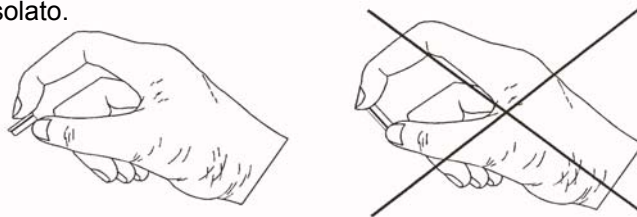

Fig. 5.5.5.B Manovra con batteria 507 320
2. Con cautela aprire il coperchio fig. 5.5.5.A, pos. 4 del vano batteria.
3. Tirando nastrino (5) togliere la batteria dal vano.
4. Togliere batteria (3).
Toccare la batteria solo dai lati piani, non prenderla per i bordi fig. 5.5.5.B. La batteria si può togliere ed inserire tramite un mezzo isolato.